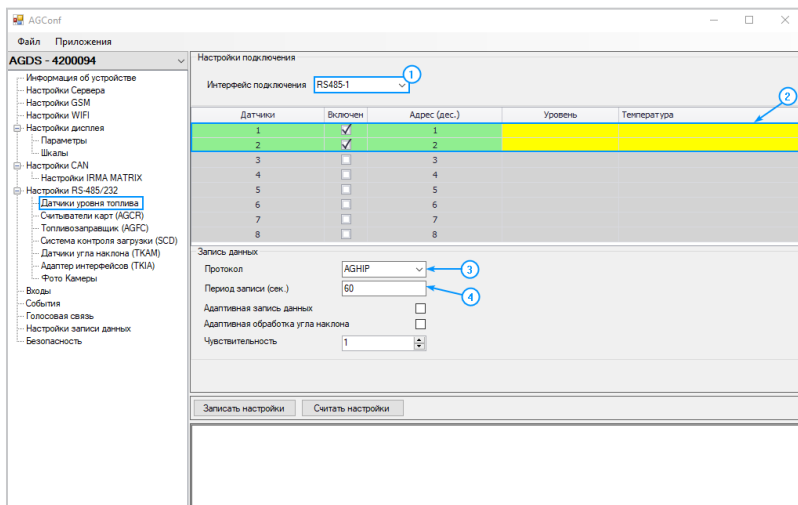

Рис.130. Настройка подключения ДУТ.
- перейдите в раздел «Настройки RS-485/232», «Датчики уровня топлива (TKLS)» (Рис.130);
- выберите ранее настроенный интерфейс RS-485-1 (Рис.130. п.1);
- в списке подключаемых датчиков установите галочку в поле «Включен» для Датчика 1 (Рис.130. п.2). Активный датчик выделяется зеленым цветом в списке подключенных;
- в поле «Адрес (дес.)» введите в десятичном виде сетевой адрес подключаемого датчика уровня топлива, который будет определяться устройством как Датчик 1 (Рис.130. п.2). Также показания уровня с заданного адреса будут записываться в память устройства как данные с Датчика 1. Это необходимо учитывать при обработке данных с контроллера мониторинга бортового в в диспетчерской программе «АвтоГРАФ»;
- в списке «Протокол» (Рис.130. п.3) выберите протокол обмена данными с подключенными датчиками. В текущей версии устройства доступны 2 протокола:
- далее в поле «Период записи (сек.)» установите интервал, с которым контроллер мониторинга бортовой будет записывать данные с запрограммированных датчиков уровня топлива во внутреннюю память (Рис.130. п.4). Значение 0 отключает запись данных с датчиков;